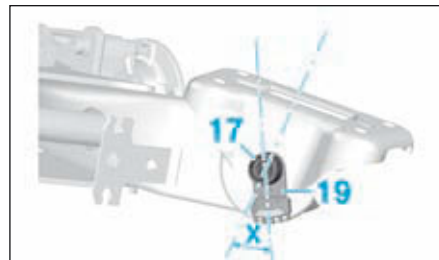

FIG.72
- De chaque côté (Fig.72) :
- Orienter l'amortisseur de vibration (19) perpendiculairement au sol.
- Ajuster la position de l'essieu arrière de manière à ce que l'angle (X) soient de  $20^\circ \pm 6^\circ$ .
- Dans cette position, serrer le boulon (17).